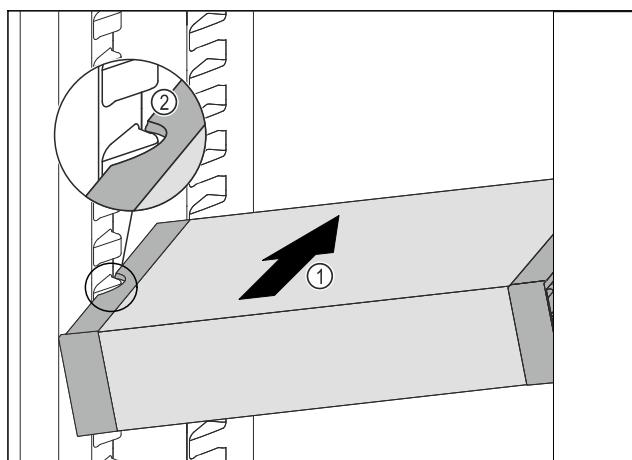

Fig. 83
- Predal VarioSafe potiskajte poševno v hladilnik Fig. 83 (1), dokler stranska izreza Fig. 83 (2) predala VarioSafe nista na višini nastavka za posodo v hladilniku.